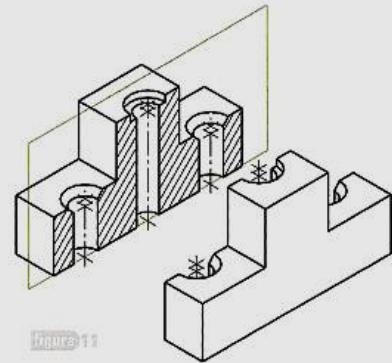

figura 11
- 2 Se separan, de forma ficticia, las dos partes de la pieza cortadas por el plano elegido (**figura 11**).